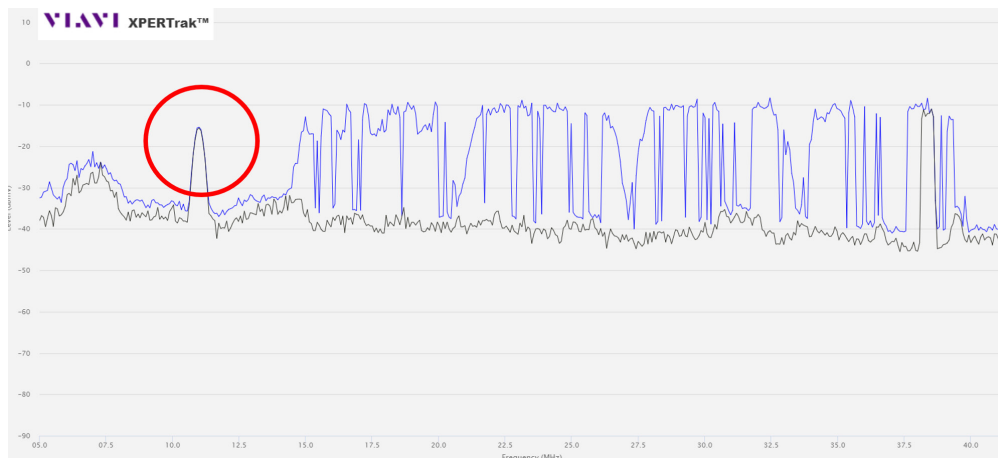

Figura 3 – Visualización de ruido de ingreso en VIAMI XPERTrak (rango 5-42 MHz)
d. Identifique la frecuencia y el nivel de ingreso (figura 3 o 4).